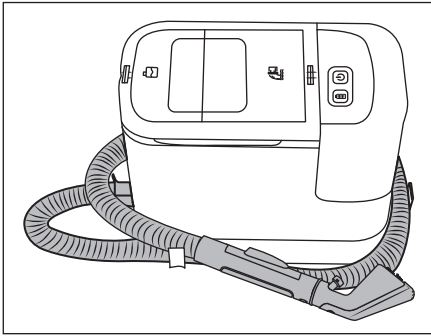

Fig. 10
- ⓘ **Indicación:** (1) Vacíe el depósito de agua limpia 2 si no pretende utilizar el aparato durante un tiempo prolongado. (2) Guarde el aparato exclusivamente en un estado limpio. Para ello, consulte la descripción del capítulo **Limpieza y mantenimiento**.
- ◆ Extraiga el soporte para el tubo 15 del aparato. Coloque el tubo de rociado/aspiración 19 alrededor del aparato y utilice para ello los soportes para el tubo 15/16 (consulte la fig. 10).